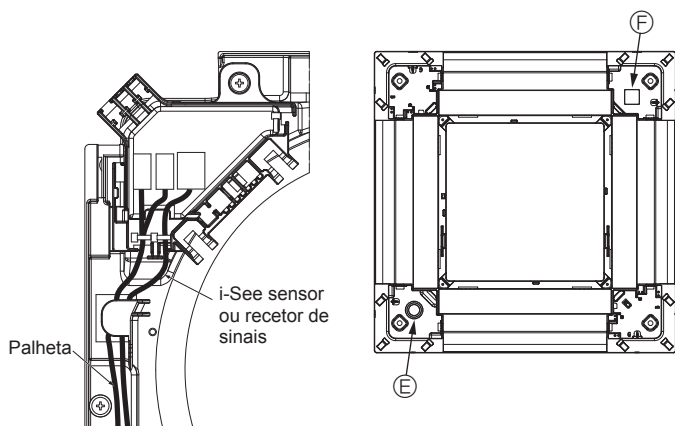

Fig. 5-14
- Passe os fios do i-See sensor e do recetor de sinais tal como exibido na Fig. 5-14.